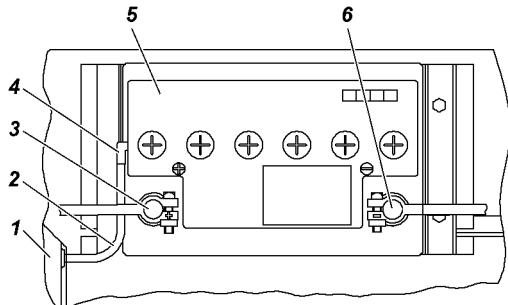

Рис. 9.40. Аккумуляторная батарея автомобилей УАЗ-220695, УАЗ-396255, УАЗ-396295:
Батарея установлена в кабине слевой стороны за брызговиком колеса. На автомобилях УАЗ-220695, УАЗ-396295 и УАЗ-396255 применяется аккумуляторная батарея с вентиляционной трубкой. Трубка 2 (рис. 9.40) выведена за пределы салона автомобиля в подкапотное пространство. Если при нормальной эксплуатации автомобиля батарея постепенно разряжается или чрезмерно заряжается генератором и электролит начинает "кипеть", то необходимо проверить работу генератора.
1. Отсоедините трубку 2 (рис. 9.40) от аккумуляторной батареи 5;